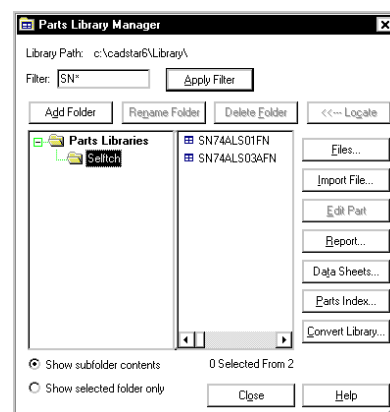

Рис. 36. Подключение библиотек компонентов.
2. В появившемся на экране диалоговом окне Parts Library Manager с помощью мыши выделим библиотеку Selftch и нажмем кнопку Data Sheets (рис. 36).
В заключение добавим, что окно Parts Library Manager (рис. 36) обеспечивает быстрый доступ к инструментам редактирования той или иной библиотеки. Если выбрать любой компонент в библиотеке и нажать кнопку Edit Part расположенную в этом окне, то откроется знакомое нам по данному занятию окно редактора библиотек компонентов.